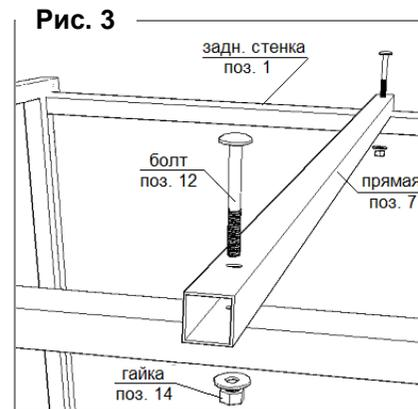

Рис. 3
5.1.3. Закрепите прямую наверху каркаса (рис. 3).